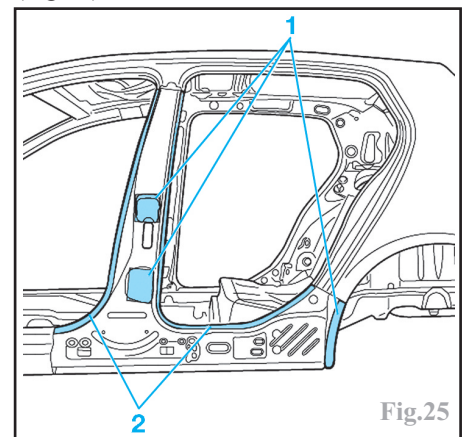

Fig.25
Appliquer de la colle haute résistance dans la zone (1) et de la colle bicomposant pour carrosserie dans la zone (2) (Fig.25)